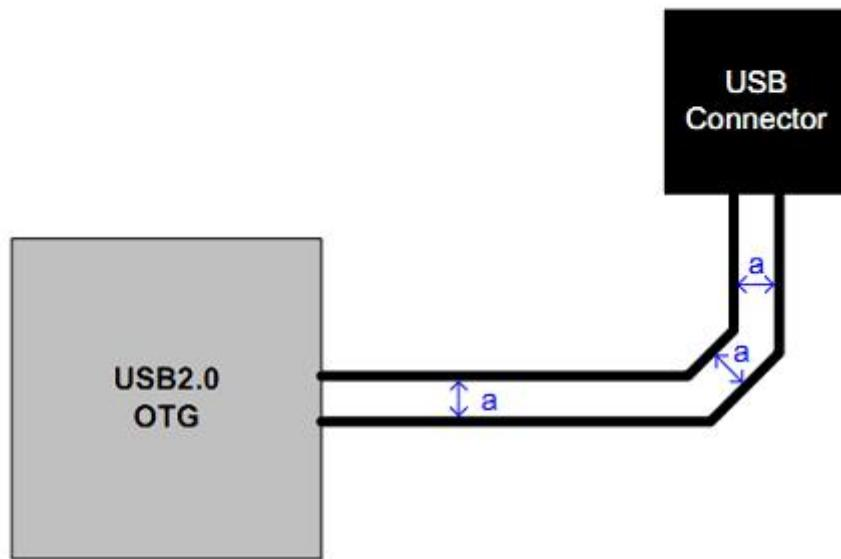

图8-7
- USB的信号走线必须严格遵循差分规则要求走线。走线拐角尽量用弧线或者钝角，不能为直角或锐角，阻抗要求 $Z=90\pm10\text{ohm}$ ，如图8-7；